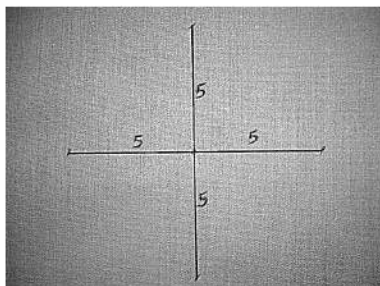

Fig. 2
1. Avec l'aide d'une règle marquer les diameter choisies sur votre tissu (la Figure: 2, 3).